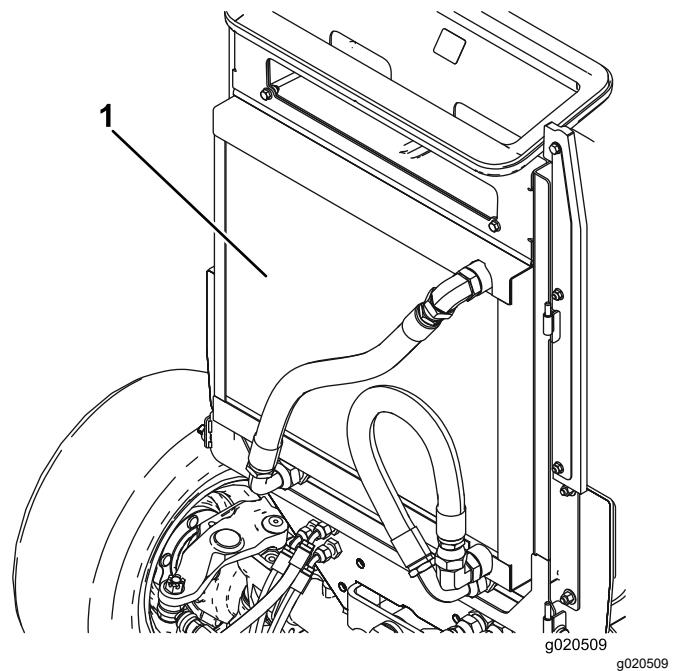

図 86
5. オイルクーラとラジエターの裏表を圧縮空気ですっきりと清掃する **図 86**。